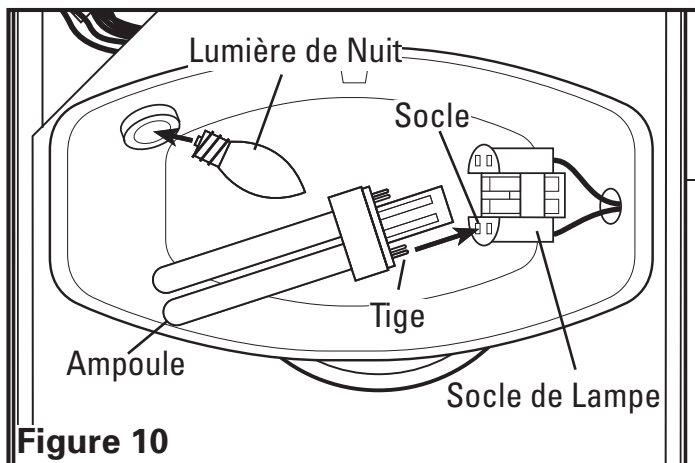

Figure 10
3. Installer l'ampoule fluorescente incluses de 26 watts dans le socle de la lampe en alignant le tige sur la base de l'ampoule au socle du support de lampe en pressant vers le support de lampe jusqu'à ce que l'ampoule se mette en place et qu'il soit fermement appuyé dans le socle du support de lampe. Installer une ampoule de type C7 d'un maximum de 4 watts (culot de type candélabre) de la lumière de nuit (non-comprise) dans le support de lampe latéral (**Figure 10**).